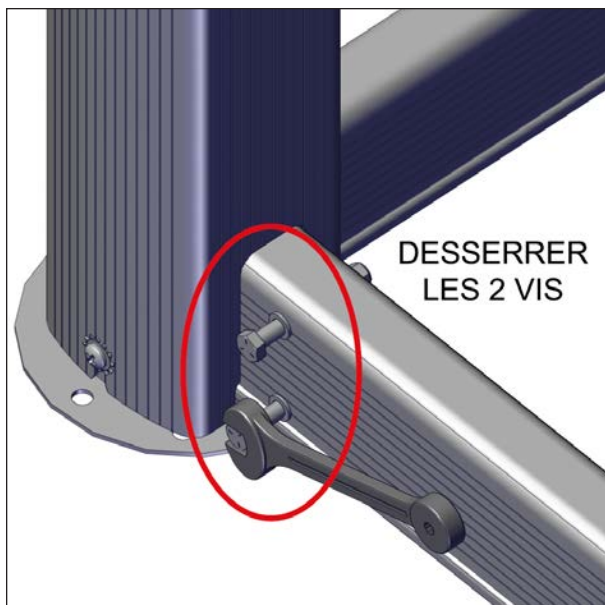

FIGURE 35: DESSERRER LES DEUX VIS
7. Desserrer les deux vis du profilé en U situé dans le coin opposé à l'interrupteur des lumières, voir Figure 35.